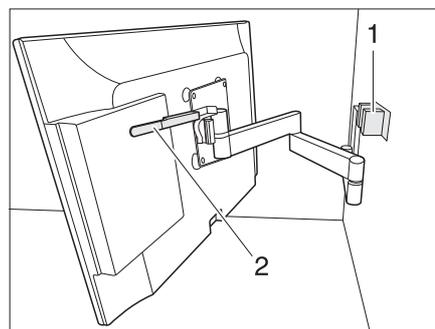

Bild 108 Halterung mit Gelenkarm
- Hebel (Bild 108,2) nach unten drücken um Flachbildschirm aus Arretierung (Bild 108,1) zu lösen. Hebel loslassen.